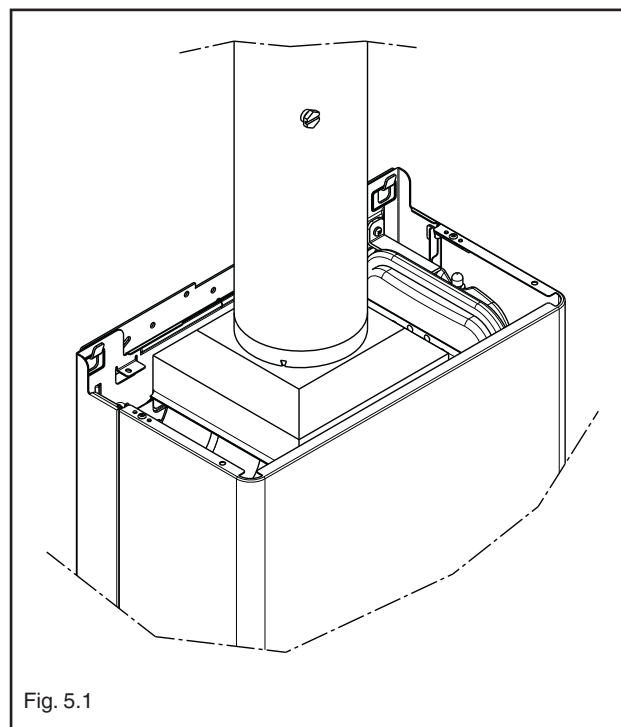

Fig. 5.1
- Con la caldaia alla massima potenza, in modo estate , temperatura sanitario a 60 °C e rubinetto dell'acqua calda alla massima portata, è possibile effettuare il controllo della combustione inserendo le sonde nelle posizioni previste sulla cassa aria (fig. 5.1)